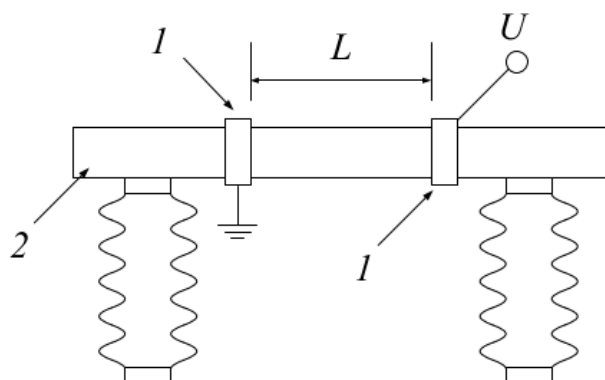

Figure 3 Рис. 3. Макет опорного изолятора
Разрядные напряжения по поверхности диэлектрика в неоднородном поле с преобладающей тангенциальной составляющей напряженности изучаются на конструкции, показанной на рис. 3. Электроды представляют собой металлические кольца 1. В качестве
3.1. Пользуясь устройством, показанным на рис. 3, определить разрядные напряжения по поверхности диэлектрика в зависимости от расстояния между электродами L . Размер L